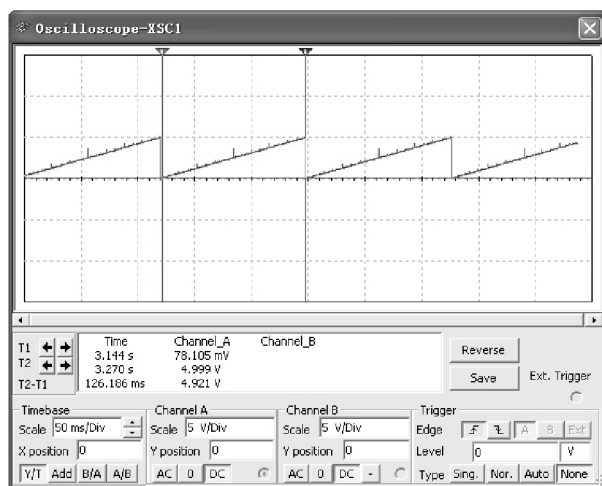

图 6-70 示波器显示的电压波形
(2) 单击仿真开关激活电路。调整 1kΩ 电位器，使 DAC 输出电压尽量接近 5V，这时 DAC 的满度输出电压设置为 5V。
(3) 双击示波器图标，打开示波器面板，观察示波器显示的电压波形（见图 6-70）和电压表指示值的变化。